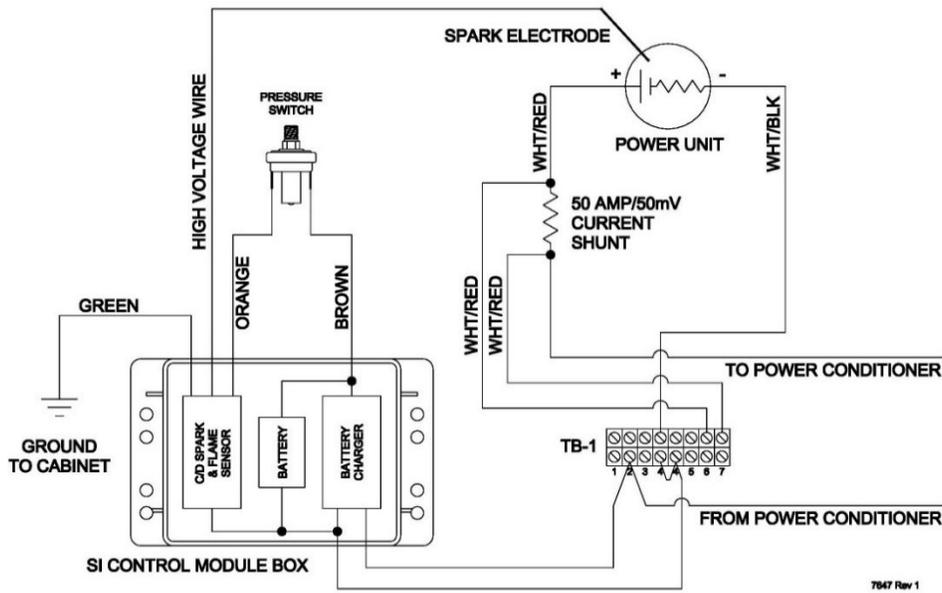
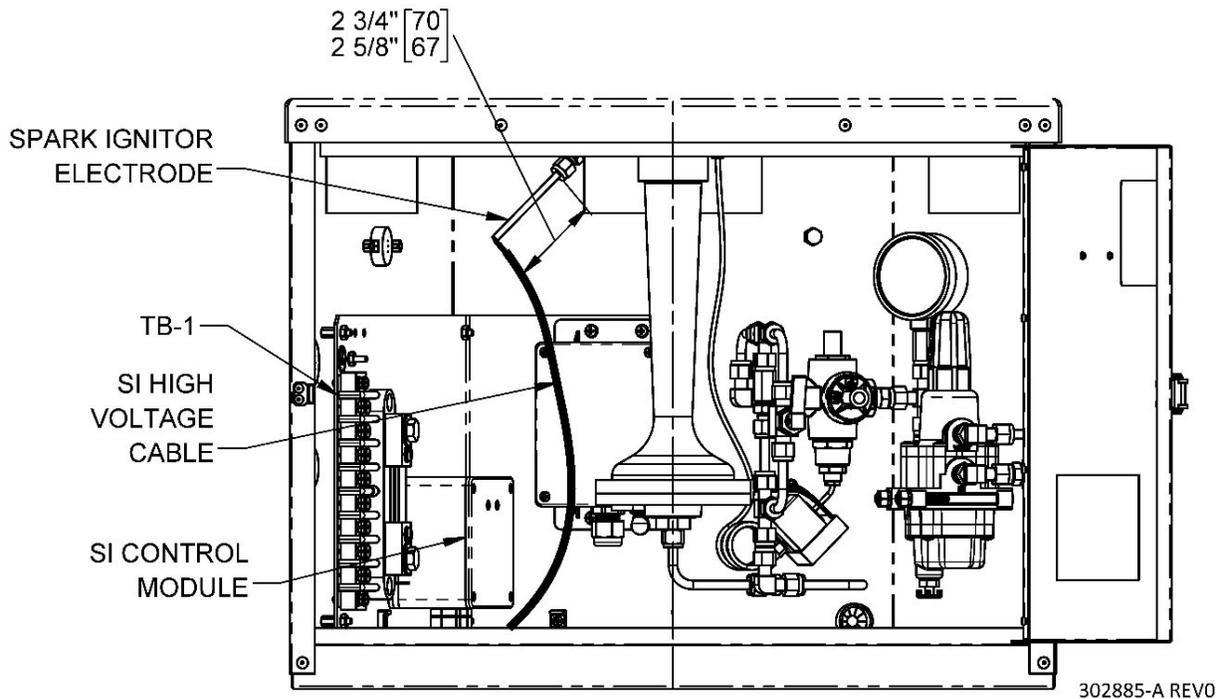

Figura 16 – Cableado del sistema de encendido por chispa
Figura 17 – Componentes de encendido por chispa
Figura 16 muestra el cableado del sistema de encendido por chispa y Figura 17 muestra la ubicación de los componentes del sistema de encendido por chispa.
1. Compruebe que la distancia entre chispas sea correcta. Afloje el accesorio en la parte inferior del quemador y deslice la varilla del encendedor de chispas hasta que toque el poste de la chispa, luego tire hacia atrás aproximadamente 1/8 de pulgada (3 mm). Esto debería dejar de 2,63 a 2,75 pulgadas (67 a 70 mm) extruyendo más allá del accesorio, ver Figura 17. Confirme que esto es correcto antes de continuar.